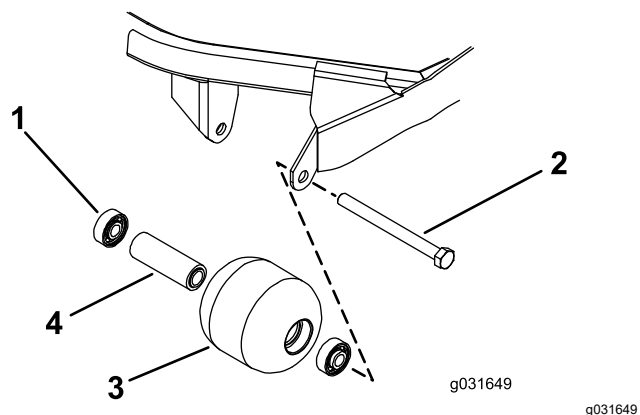

Figura 75
1. Retire el perno de montaje del rodillo (Figura 75).
4. Inspeccione el alojamiento del rodillo, los cojinetes, y el espaciador del cojinete (Figura 75).
1. Haciendo presión solamente sobre el anillo de rodadura exterior, o de forma igual sobre el anillo exterior y el interior, introduzca el primer cojinete en el alojamiento del rodillo (Figura 75).
2. Introduzca el espaciador (Figura 75).
3. Haciendo presión solamente sobre el anillo de rodadura exterior, o de forma igual sobre el anillo exterior y el interior, introduzca el segundo cojinete en el alojamiento del rodillo hasta que entre en contacto con el espaciador (Figura 75).